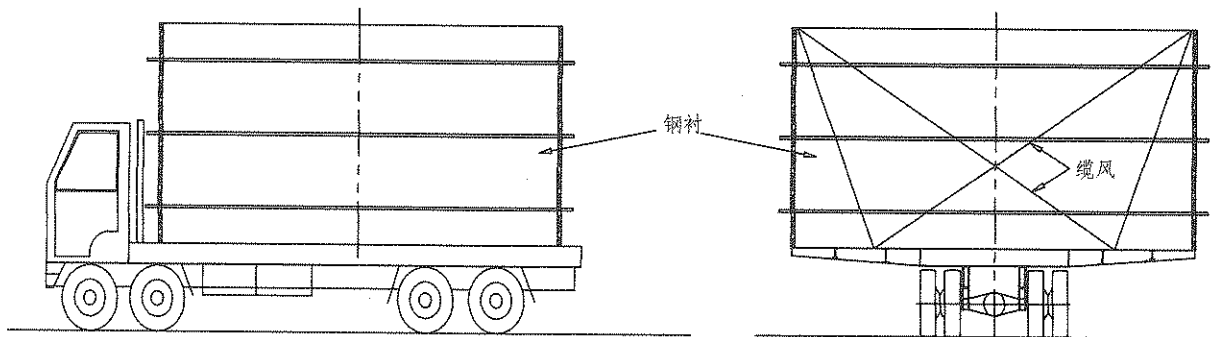

图3 矩形钢衬水平运输示意图
(1) 钢衬的运输及起重设备的选择:钢衬在钢衬制造厂主要采用汽车吊或桥机装车,用平板拖车运输至现场30t缆机覆盖范围内。矩形钢衬水平运输情况见图3。
(2) 钢衬的现场存放:在现场起吊设备覆盖